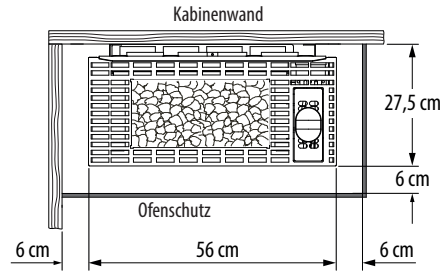

Abb. 2
- Bei der Montage des Heizgerätes ist darauf zu achten, dass der Abstand zwischen Oberkante Ofen und Kabinendecke mind. 90 cm und der horizontale (seitliche) Abstand zwischen Ofen und Kabinenwand mindestens 6 cm beträgt (Abb. 2).